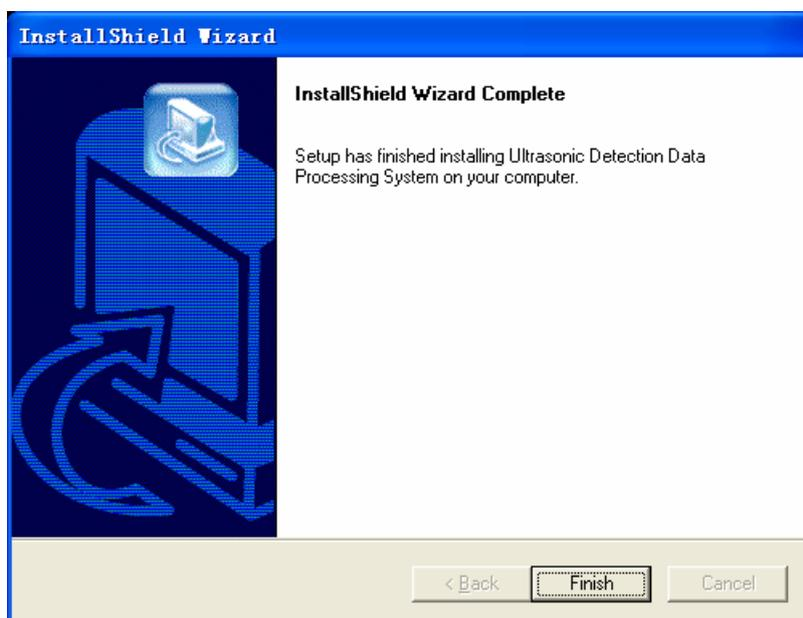

Figura 2.7 Finestra di dialogo dell'installazione completata
7. Al termine della copia dei file, verrà visualizzata la finestra di dialogo di installazione completata (come mostrato in Figura 2.7). Fare clic su **Finish** per completare l'installazione e sul desktop o nella cartella del programma verrà visualizzata un'icona di collegamento per richiamare l'interfaccia di controllo principale del Sistema di elaborazione. Se è disponibile una scelta di "riavvia il sistema ora" nella finestra di dialogo, selezionalo in modo da riavviare automaticamente il sistema e completare l'installazione.